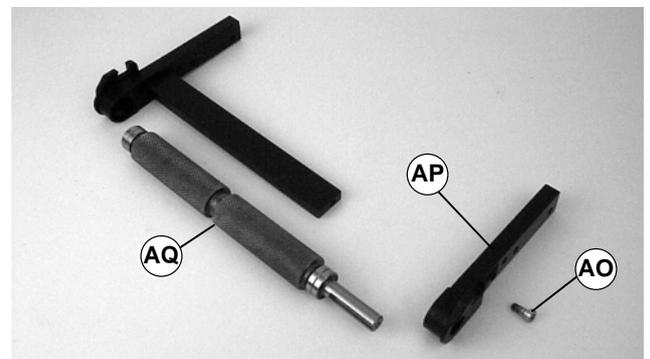

Abbildung 30
6. Die Schraube entfernen (AO siehe Abbildung 30).
7. Die Deckplatte abnehmen (AP).
8. Die Antriebsrolle ausbauen (AQ).